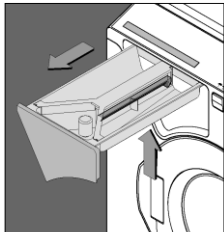

Bild 1
- Die Anlegefeder eindrücken und die Lade ganz herausziehen (Bild 1).